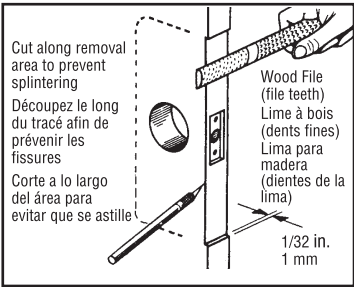

Fig. 4B
**Step 4B:** To remove 1/32 in. of door edge, remove the handle set, guardplate and latchbolt, and mortise the door edge 1/32 in. to allow for jamb clearance. Use and X-acto knife to cut along the pencil lines to prevent splintering. Then use a wood file or coarse sandpaper with a block, to remove material. Reinstall the latchbolt, guardplate and handle (**Fig. 4B**).
**Étape 4B:** Pour entamer le rebord de la porte de 0,8 mm, retirez l'ensemble de poignée, la plaque protectrice et le pêne demi-tour, puis mortaisez le rebord de la porte de 0,8 mm. Afin de prévenir les fissures, effectuez la coupe à l'aide d'un couteau de précision en suivant le tracé dessiné au crayon. Éliminez ensuite les ébarbures à l'aide d'une lime à bois ou d'un papier abrasif avec bloc. Remettez ensuite le pêne demi-tour, la plaque de protection et la poignée en place (**Fig. 4B**).
**Paso 4B:** Para rebajar 0,08 cm (1/32") del borde de la puerta, retire el juego de la manija, la placa de protección y el perno del pestillo y embuta el borde de la puerta 0,08 cm (1/32") para que no haya interferencia con la jamba. Use un cuchillo X-acto para cortar a lo largo de las líneas marcadas con el lápiz para evitar que se astille el área. Luego use una lima para madera o papel de lija de grano grueso con un bloque, para eliminar material. Vuelva a instalar el perno del pestillo, la placa de protección y la manija (**Fig. 4B**).